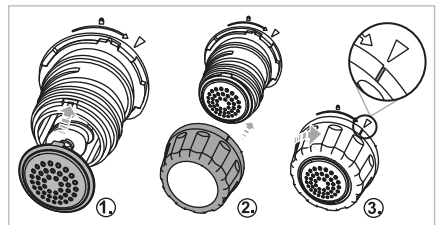

Fig. 5
- 8) Zgjidhni diskun e formës së duhur **8** (shihni kapitullin **9. Disqet me formë**) dhe rrëshqiteni atë në mbajtësen **12** në mënyrë që dy mekanizmat e kyçjes në diskun e formës **8** të rrëshqasin në hapësirat e mbajtëses **12** (Fig. 5).
- 9) Rrëshqisni mekanizmin fiksues të diskut të formës **14** në mbajtësen **12** dhe rrotullojeni atë në drejtim të akrepave të orës drejt simbolit **16** (Fig. 5). Nëse është e nevojshme, përdorni dorën tuaj të lirë për të mbajtur diskutin e formës në pozicion **8**.